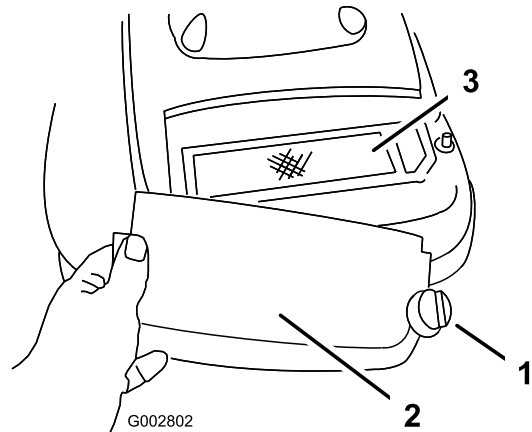

Bild 23
3. Nehmen Sie die Schraube ab, mit der die Luftfilterabdeckung befestigt ist (Bild 23).
4. Entfernen Sie die Abdeckung und reinigen Sie sie gründlich (Bild 23).